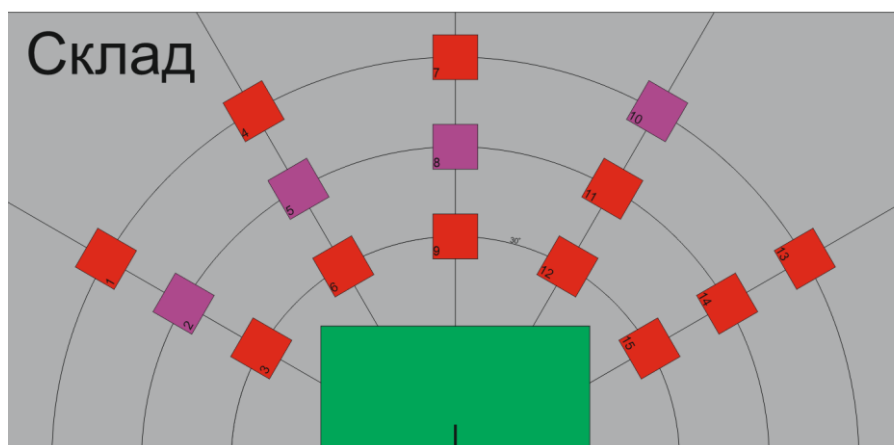

Рис. 23
9. Заготовки № 1 находятся на позициях 2, 4, 8, заготовка № 3 находится в позиции 10 (Рис. 23).